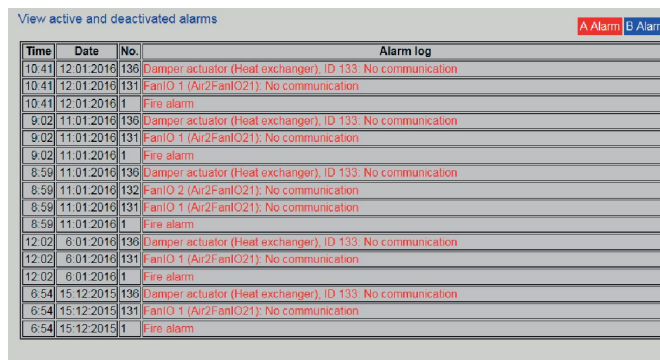

Рис. 66: Список аварий
- ⇒ Отобразится экран (Рис. 66) «Лога аварий»
- Список аварий (Рис. 66) показывает последние 16 аварий, включая дату, время и номер аварии.